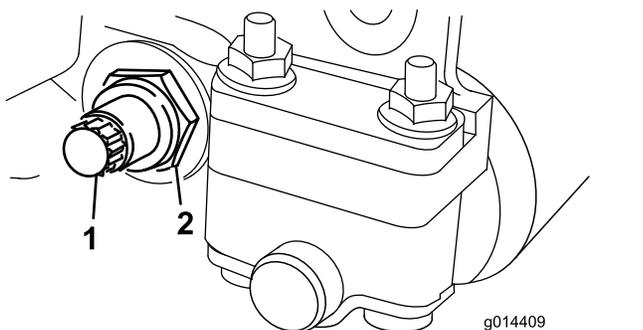

图21
3. 在机器的另一侧松开固定底刀架螺栓 图21 的锁紧螺母。
4. 拆下两个底刀架螺栓向下拉动底刀架并从滚刀组上拆下来 图21。